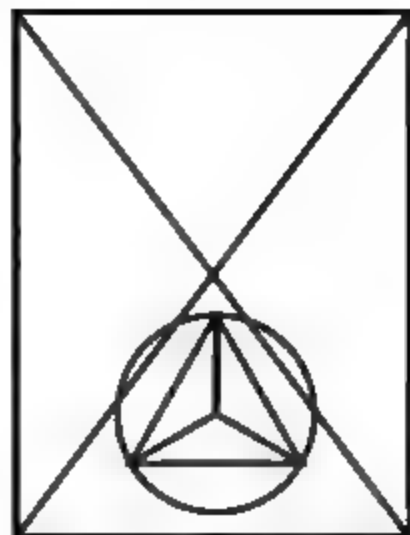

图3-154 移动图形
- 06 单击【修改】面板中的【移动】按钮，将上面绘制好的图形移动到矩形内部，如图3-154所示。